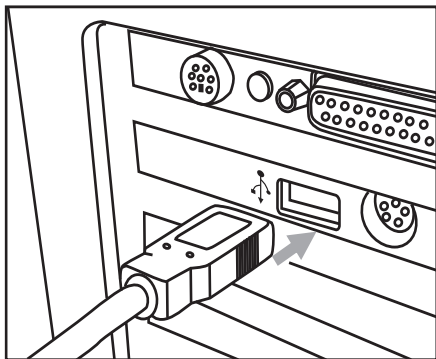

Figura 21
2. Conecte a outra extremidade do cabo USB em uma porta USB disponível do computador, conforme ilustrado na Figura 21.
6. Clique em “Next” para entrar no próximo passo, como mostra a figura 21.